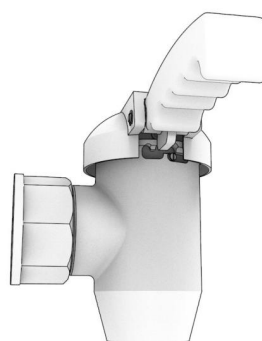

Рис. 4.2
9.9.2 Поверните в сторону большой гайки (см. Рис. 4.2)